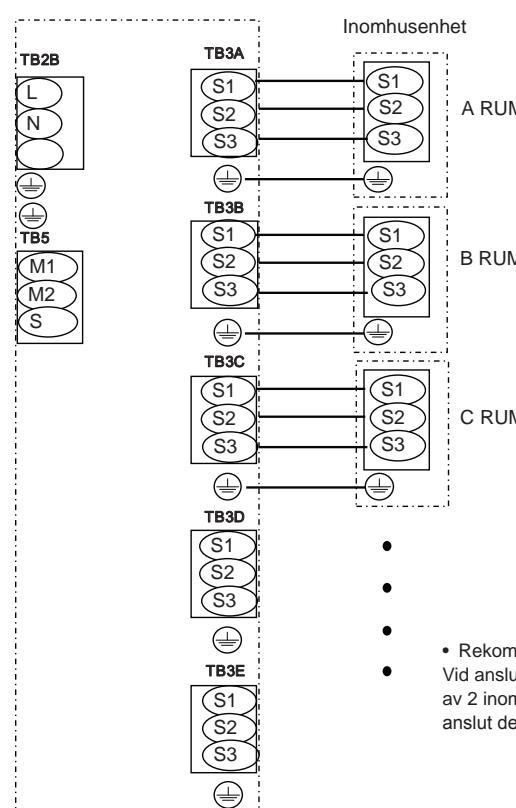

Fig. 8-9
8.2. Externt kopplingsförfarande (Fig. 8-8, Fig 8-9)
⑤ Strömförsörjning: Enfas 220/230/240 V 50 Hz, 220 V 60 Hz